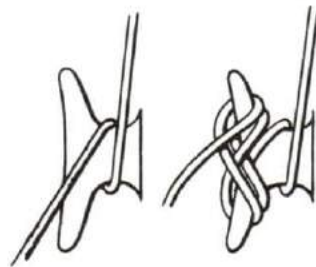

Figure 10-37
1. To belay a small rope to a cleat, keep the strain on the rope with the left hand while the right hand takes a turn under both horns of the cleat. See Figure 10-37. Follow up the round turn by crossing further turns about the alternate horns of the cleat in the form of figures of eight. At least three turns are required. Never half hitch the rope around the cleat to finish it off as it will jam, especially if the rope becomes wet.
1. Pour tourner un petit cordage sur un taquet, gardez la corde tendue avec la main gauche et avec la main droite, faites un tour franc sur les deux oreilles du taquet (voir la figure 10-37). Continuez les boucles en croisant des tours en huit autour d'une oreille puis de l'autre. Faites au moins trois tours. Ne terminez jamais avec un barbouquet, surtout si le cordage est humide, car il s'étranglera.